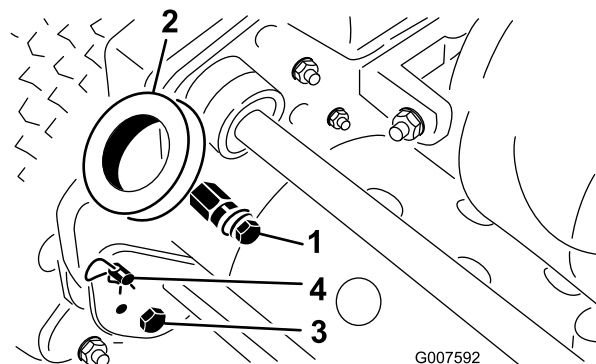

図 3
1. ハンドルアームの下部を機体両側に固定しているボルトとロックナットを取り外す (図 3)。
2. ハンドルアームをフレーム後部に固定しているヘアピンコッターとリングピンを取り外す (図 3)。
3. ハンドルの各端をハンドルアームの穴に差し込み、取り付けピンとハンドルの穴を整列させる (図 3)。
1. 機体左右のリングピンからヘアピンコッターを抜く（図 3）。
2. ハンドルを支えながら、左右のリングピンを抜き、ハンドルを希望の高さにセットする（図 3）。